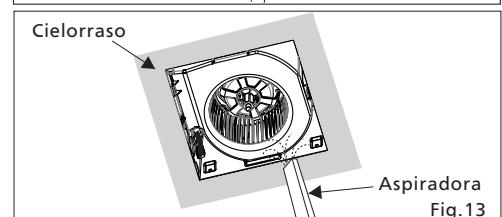

Fig.13
3. Quite el polvo y la suciedad del cuerpo del ventilador con una aspiradora. (Fig.13)